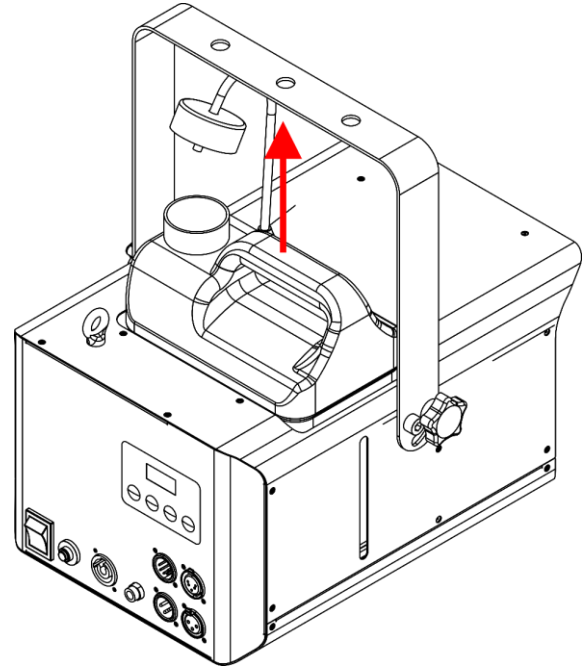

Fig. 15
- 03) Extraiga el depósito de líquido, como se muestra en la Fig. 15.